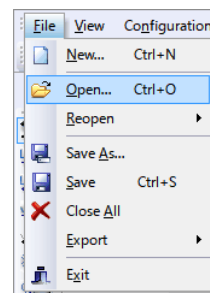

図 4-3
**File** メニューの **Open...** を選択します (図 4-3 参照)。